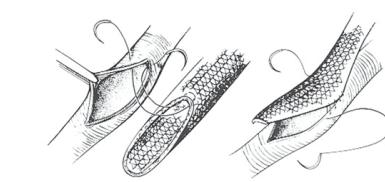

Fig. 5
2. Monofilamentpolypropylen er det foretrukne suturmaterialet. Under suturering skal kantene på protesen krenges, og man må sikre at hele veggtykkelsen og et nettøye tas opp med hvert sting. Fig. 5. Det anbefales å kun bruke ikke-kuttende nåler ved sying.